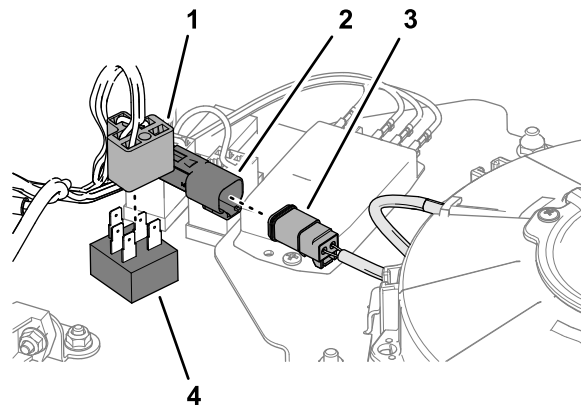

図 10
5. キットのワイヤハーネスの 2 ピンコネクタを、ファンのハーネスの 2 ソケットコネクタに接続する 図 10。
4. ファンスイッチの 5ピンコネクタを、キットのワイヤハーネスの 5ソケットコネクタに接続する 図 10。